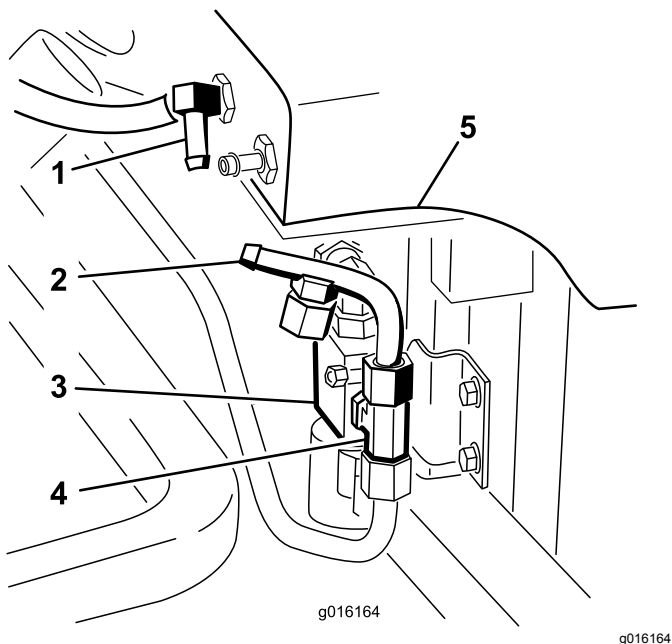

Figura 25
3. Collegate il tubo idraulico numero 4 al raccordo a T montato sul lato della valvola (Figura 25).